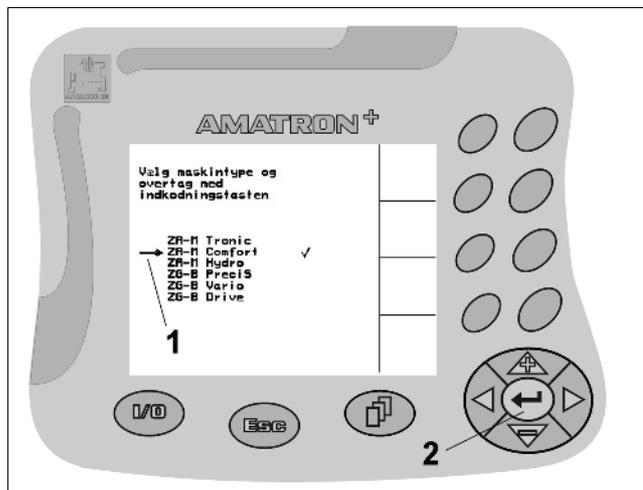

Fig. 14
- Pil (Fig. 14/1) med positionering.  og
-  Accept (Fig. 14/2).